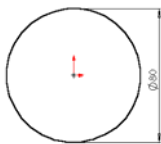
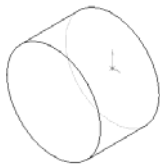

图 5-29 拉伸的草图轮
图 5-30 拉伸特征
**①** 绘制草图。
2) 单击 [草图] 操控面板上的 [圆] 按钮 ，绘制一个以原点为圆心, 直径为 80mm 的圆作为基体拉伸的草图轮廓, 如图 5-29 所示。
**②** 创建拉伸特征。
3) 单击  按钮, 生成拉伸特征, 如图 5-30 所示。